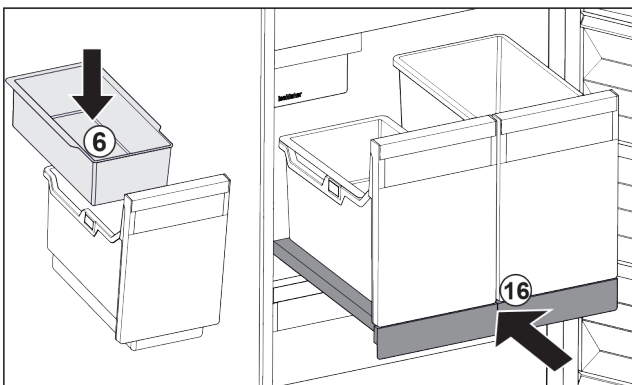

Fig. 30
- ▶ Einhängeschale Fig. 30 (6) für Eiswürfel einsetzen.
- ▶ Auszugsbord mit Behälter (IceTower) einschieben. Fig. 30 (16)